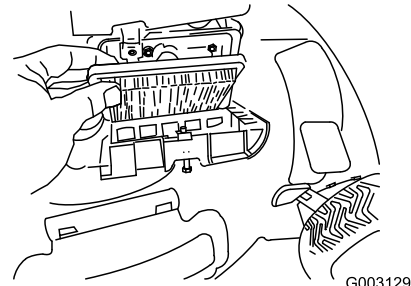

Bild 36
4. Setzen Sie die Abdeckung auf (Bild 36).